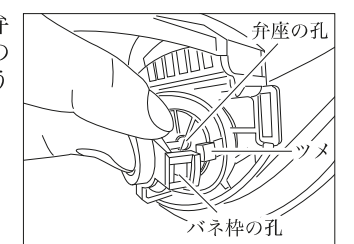

図3
- 図3のように呼吸弁の軸を弁座の孔に挿しこみ、バネ枠の孔にツメをかみ合わせるようにはめ込む。